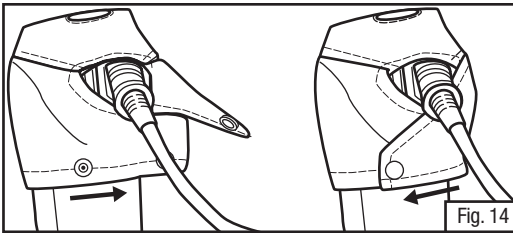
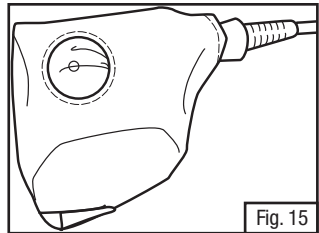

Fig. 14
Fig. 15
7. Avec le cordon d'alimentation bien raccordé et le souffleur à moteur sous tension, replacer le rabat supérieur de l'étui sur l'adaptateur de pile, et refermer les boutons-poussoirs. Pour ce faire, vous devrez entrecroiser les deux côtés du rabat supérieur (Fig. 14). S'assurer que le témoin lumineux de l'adaptateur est visible à travers la fenêtre transparente sur le dessus de l'étui (Fig. 15).